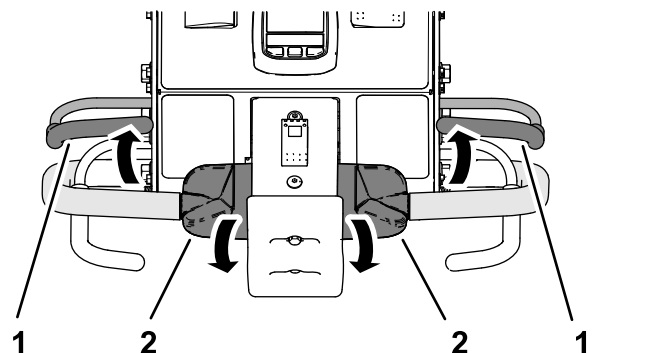

Bild 34
3. Halten Sie die Fahrantriebshebel und lassen Sie den Schaltbügel los (Bild 34).